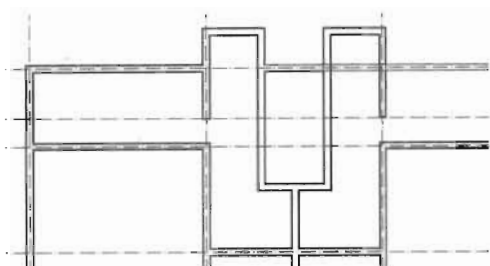

图 5-150
(8) 单击“修改”工具栏中的“偏移”按钮，把轴线 B 和 C 之间的水平轴线向上偏移 1200，然后修剪掉墙体，如图 5-150 所示，命令执行过程如下。